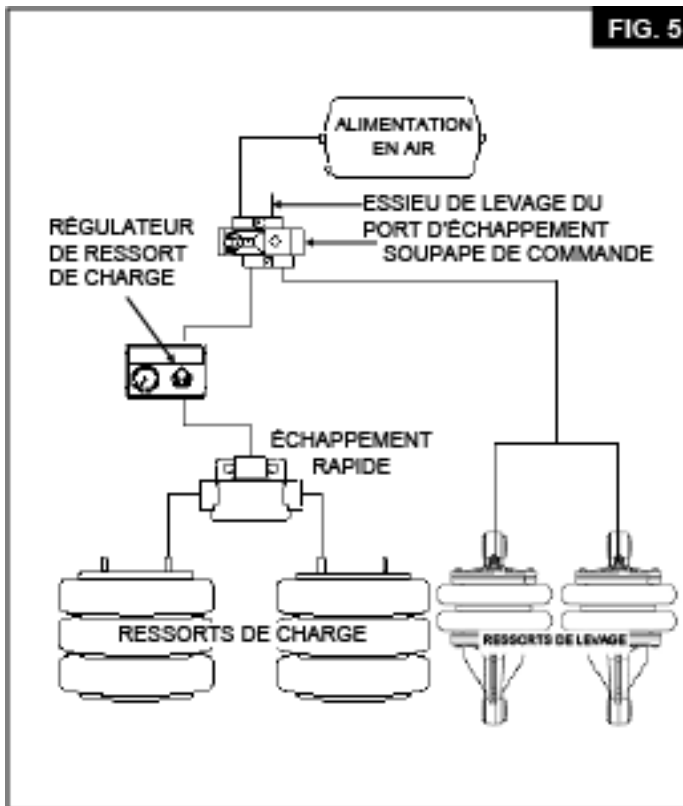

FIG. 5
**10.1** Connectez le boîtier de commande à la soupape de libération rapide utilisée sur les ressorts de charge. Voir **Figure 5** pour plus de détails.